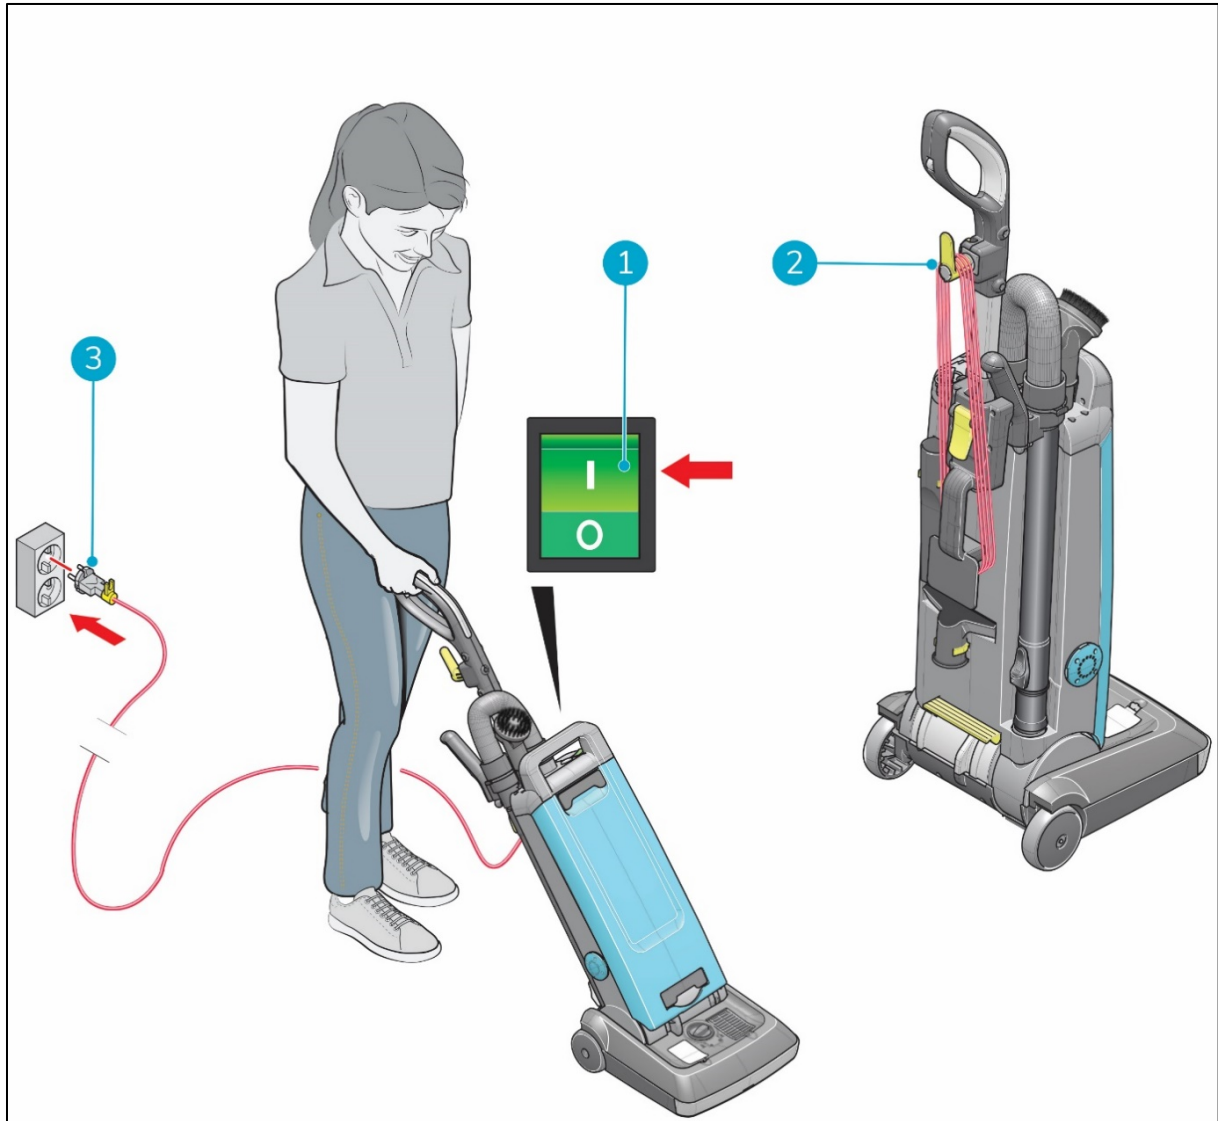

Afbeelding 19
1. Wikkel het netsnoer volledig af (Afbeelding 19, pos 2).
2. Steek de stekker van het netsnoer in het stopcontact (Afbeelding 19, pos 3).
3. Druk op de AAN/UIT-schakelaar (Afbeelding 19, pos 1) bovenop de apparaatbehuizing om de i-vac 30UR in te schakelen.